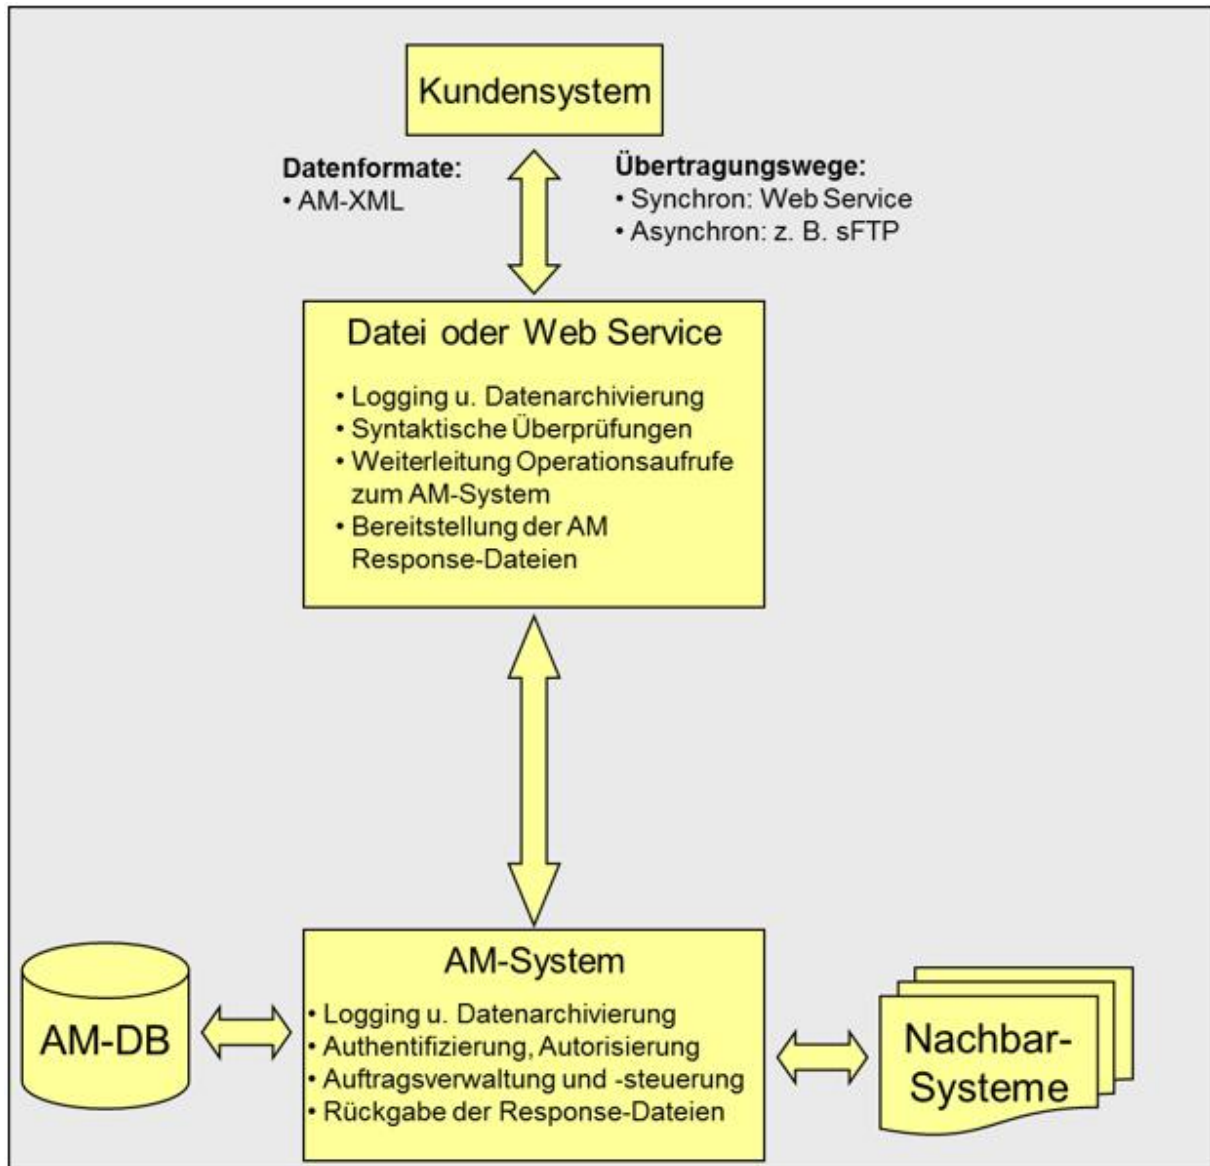

Abbildung 3: Überblick Systemarchitektur AM.exchange-Schnittstelle
Dieses Kapitel gibt einen Überblick über die Gesamtarchitektur und Funktionsweise der AM.exchange-Schnittstelle in Verbindung mit dem Auftragsmanagement (AM) System der Deutschen Post. Abbildung 3 zeigt die Hauptkomponenten der Systemarchitektur und deren wesentlichen Aufgaben.